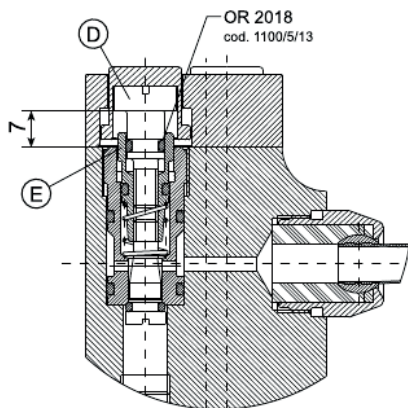

FIGURA 3
- utilizzando un cacciavite a taglio, svitare completamente ed estrarre le viti pulsante D di figura 3, poste sotto i pulsanti stessi;
- utilizzando una chiave esagonale da 10 mm, svitare completamente i dadi E di figura 3, posti sotto le viti pulsante e successivamente estrarre i vitoni;
- evitare sui vitoni le viti pulsanti in modo che la distanza della base inferiore della testa della vite dal piano del corpo distributore sia di 7 mm (vedi figura 3), verificando la misura con un calibro;